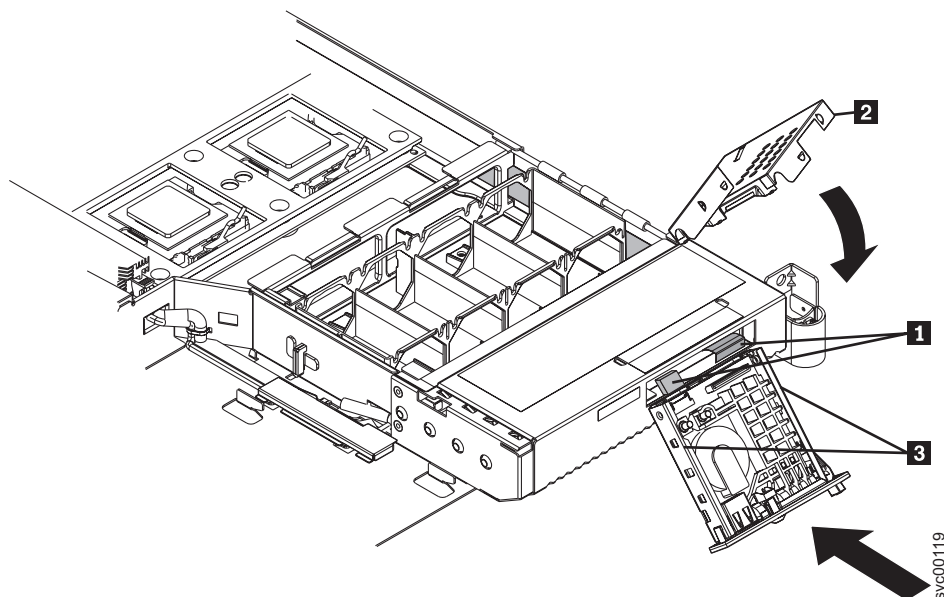

図 162. オペレーター・パネル表示装置の再取り付け
1. アセンブリーの後部に 2 本のケーブル **1** を接続します。図 162 を参照してください。